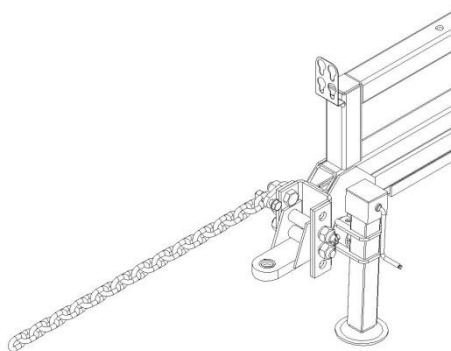

Рисунок 17.Общий вид сцепного устройства сеялки ЗС-9
3. Извлеките палец из транспортировочного замка тяговой штанги (Рис. 17), «Палец тяговой штанги, установленный в рабочее положение».